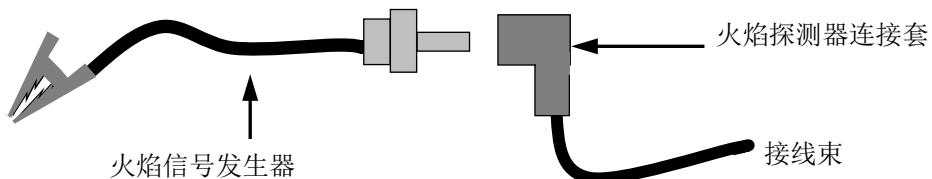

图 6-4：连接火焰信号发生器
- 按三 (3) 次 **BACK (返回)** 按钮返回到上级菜单。
- 当控制器进入点火阶段时，控制面板将显示 **IGNITION TRIAL (点火试验)**。此时将鳄鱼夹（参见图 6-4）连接到任何裸露的金属表面或接地。C-More 显示屏此时应会显示 **FLAME PROVEN (火焰已确认)**，并且点火率开始向 100% 上升。请注意，锅炉中此时没有燃气或火焰。